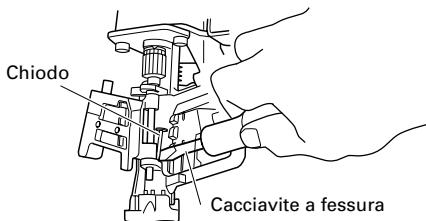

Fig. 12
- (2) Rimuovere il chiodo inceppato con un cacciavite a testa fissa. (Fig. 12)